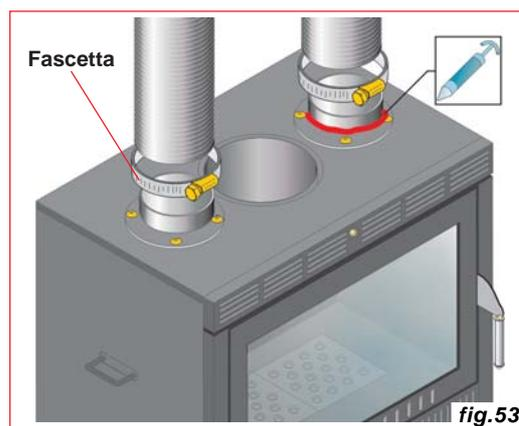

fig.53
- Agganciare i tubi alle piastre di raccordo mediante le fascette. Interporre del sigillante refrattario (fig.53).